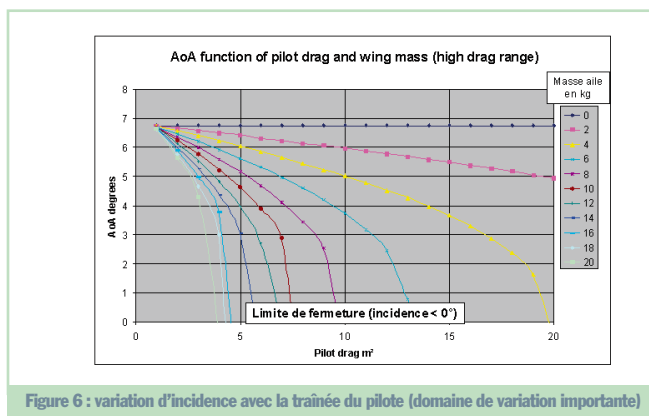

Figure 6 : variation d'incidence avec la traînée du pilote (domaine de variation importante)
- Pour une masse aile forte, la traînée pilote tend à diminuer rapidement le calage et l'incidence (voir figure 6), à augmenter la vitesse de l'ensemble et à atteindre rapidement la fermeture frontale de l'aile. Il est assez troublant de constater qu'avec un petit drag-chute de 4 m2, et si l'équilibre est atteint sans fermer l'aile, la vitesse de vol augmente considérablement ! Bien sûr, la finesse en prend un vieux coup derrière les oreilles, ainsi que l'angle de « planer ».